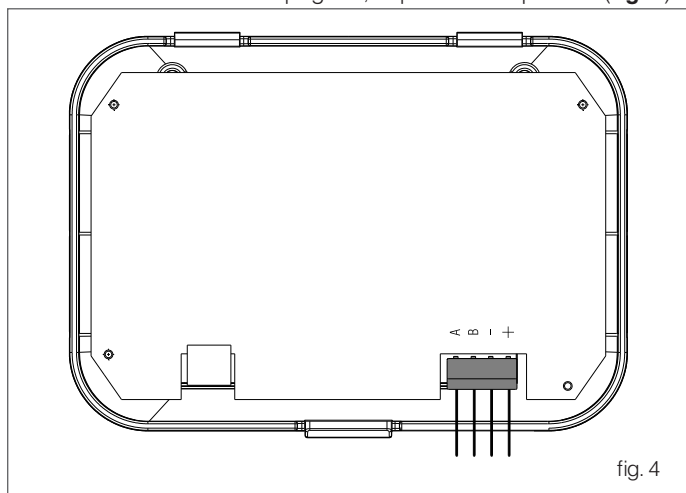

fig. 4
- Collegare l'altro capo del cavo alla scatola connessioni elettriche della caldaia nel lato bassa tensione, secondo quanto indicato nello schema elettrico di pag. 14, rispettando le polarità (fig. 4)